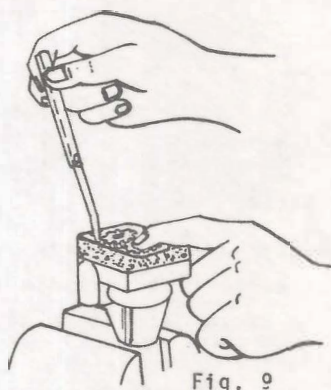

Fig. 9
- a. Compruebe la tolerancia entre los dientes del engranaje y el cuerpo (fig. 9).